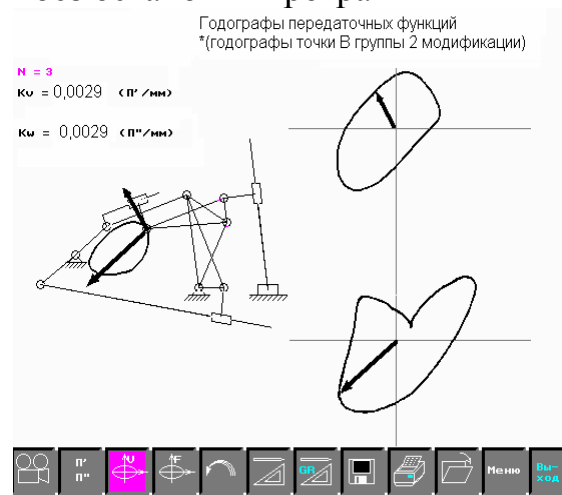

Рис. 2
- годографы скоростей и ускорений всех характерных точек (рис.2) с одновременным показом траекторий движения этих точек на механизме, их скоростей и ускорений.